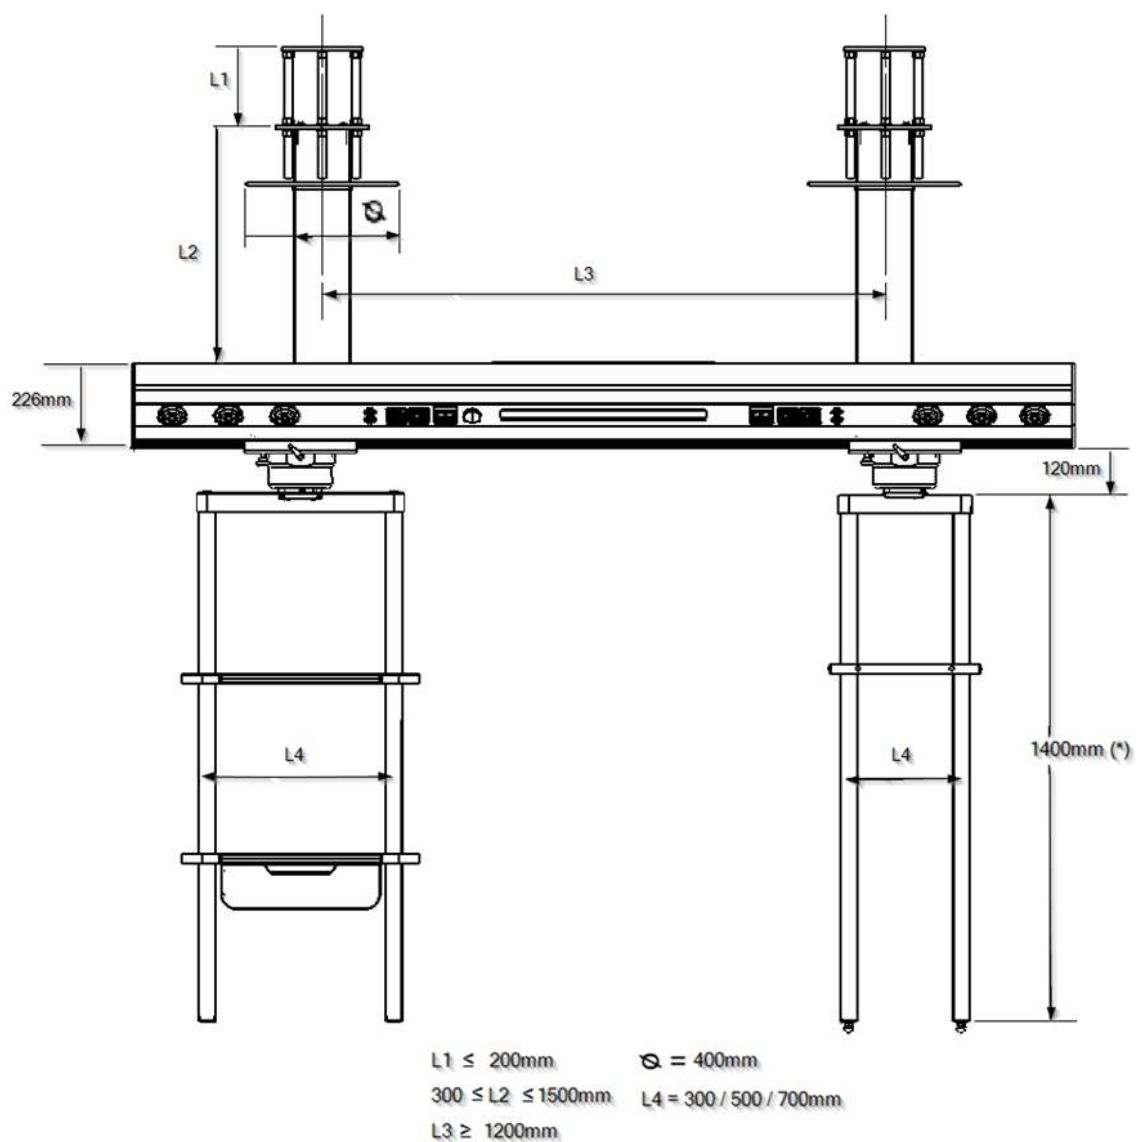

Fig. 8 Schema van ATLAS-ophanging met verschillende elementen
- Om de remkracht op de rotatie-as te vergroten, draait u de rotatieremhendel met de klok mee, zoals aangegeven in afbeelding 8.
- Om de remkracht op de rotatie-as te verminderen, draait u de rotatieremhendel tegen de klok in, in tegenstelling tot wat in afbeelding 8 wordt aangegeven.
- Om de remkracht op de translatie-as te vergroten, draait u de rotatie-remhendel met de klok mee, zoals aangegeven in afbeelding 8.